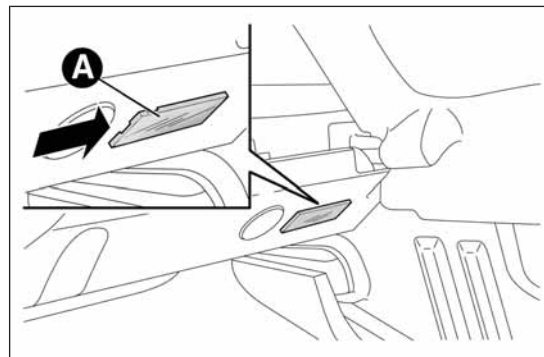

fig. 145
- ❑ abrir el maletero y extraer el plafón A fig. 145 actuando en el punto que indica la flecha;
- ❑ volver a montar el plafón A fig. 145 introduciéndolo en su posición correcta, primero de un lado y, a continuación, presionando del otro hasta oír el "clik" de bloqueo.